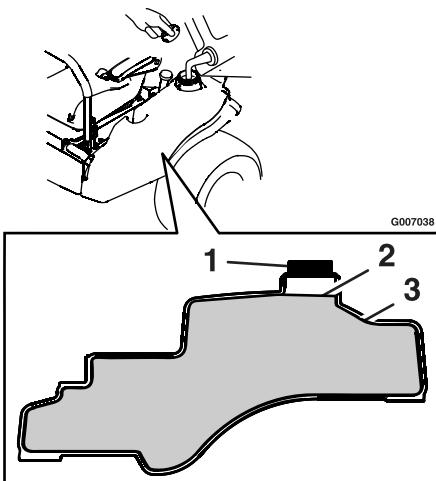

Figure 8
- Ajoutez de l'essence ordinaire sans plomb jusqu'à ce que le réservoir soit plein, mais sans faire monter l'essence dans le goulot (Figure 8). L'espace au-dessus doit rester vide pour permettre à l'essence de se dilater. Ne remplissez pas le réservoir complètement.